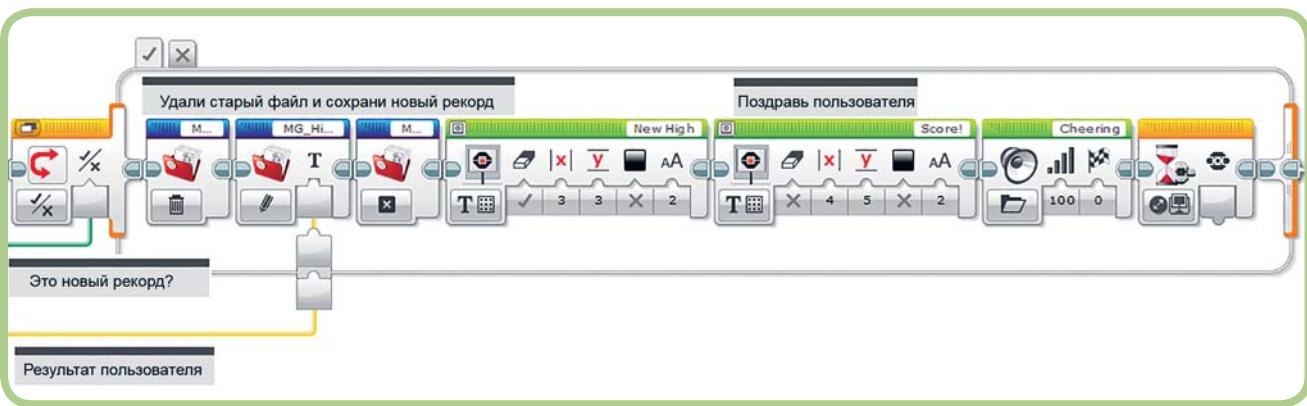

Рис. 16.8. Сохранение нового рекорда в случае «Истина» блока *Переключатель*
Если это так, следующая часть программы, показанная на рис. 16.8, сохраняет новый рекорд и поздравляет пользователя.
6. Если логическое значение из блока **Сравнение** (Compare) истинно, в блоке **Переключатель** (Switch) выполняются блоки, показанные на рис. 16.8, для обновления лучшего результата.